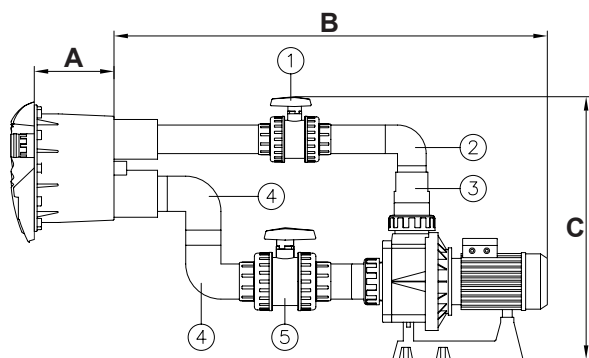

Fig. 7
- Encolar un tubo  $\varnothing 75$  mm (\*) a la toma de impulsión del nicho (ver fig. 7).
- Encolar la válvula  $\varnothing 75$ mm. (nº 1, fig. 7) al tubo  $\varnothing 75$ mm (\*).
- Encolar un tubo  $\varnothing 75$ mm (\*) a la válvula  $\varnothing 75$ mm (nº 1, fig. 7).
- Encolar codo  $\varnothing 75$ mm. (nº 2, fig. 7) al tubo  $\varnothing 75$ mm (\*).
- Encolar tubo  $\varnothing 75$ mm (\*) al codo (nº2, fig.7).
- Encolar reducción cónica 90/75/63 mm. (nº 3, fig. 7) al codo  $\varnothing 75$ mm (nº 2, fig. 7) y al racor de la bomba  $\varnothing 90$ mm.
- Usando un tubo  $\varnothing 90$ mm (\*) encolar un codo  $\varnothing 90$ mm. (nº 4, fig. 7) a la toma de aspiración del nicho (ver fig. 7).
- Usando un tubo  $\varnothing 90$ mm (\*) unirnos el otro codo  $\varnothing 90$ mm. (nº 4, fig. 7) al codo ya encollado (ver fig. 7).
- Encolar la válvula  $\varnothing 90$ mm (nº5, fig. 7) al codo (nº 4, fig. 7) usando un tubo  $\varnothing 90$ mm. (\*) para unirlos.
- Encolar un tubo  $\varnothing 90$  mm (\*) a la válvula (nº 5, fig. 7) y al racor de la bomba  $\varnothing 90$ mm.